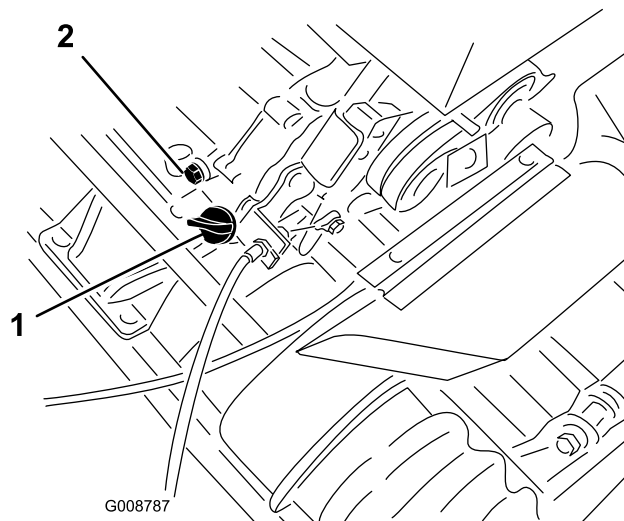

Figura 26
1. Posizionate il tosaerba in modo che il motore sia a livello, e pulite attorno al misuratore del livello dell'olio (Figura 26).
2. Collocate una bacinella sotto il tappo di spurgo, dietro la macchina (Figura 26).